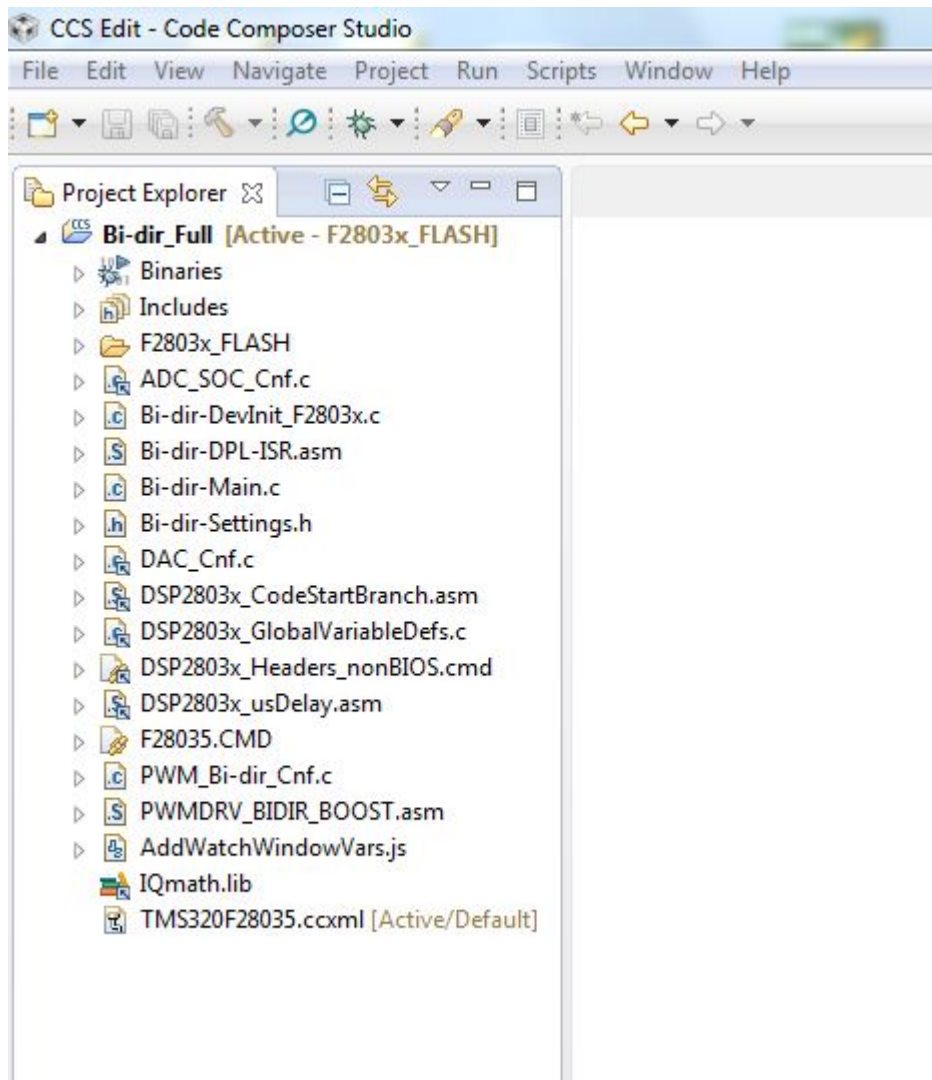

図 67. 完全な双方向プロジェクトのCCSプロジェクト・ウィンドウ
14. 左側の“Project”ウィンドウで、プロジェクトの左側にある“+”をクリックします。図 67を参照してください。